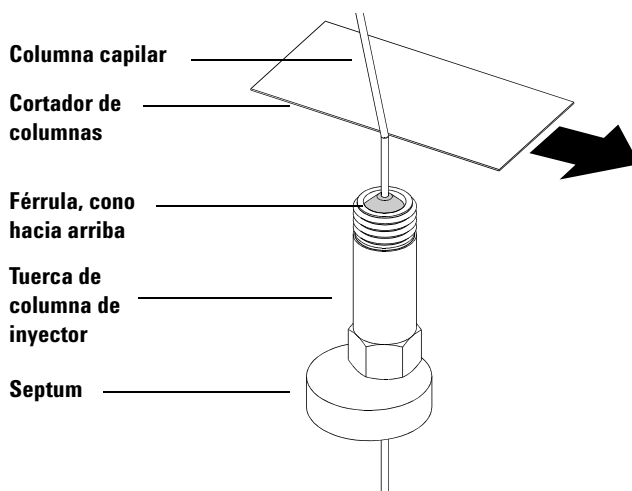

Figura 7 Acondicionamiento de una columna capilar para su instalación
- 1 Inserte un septum, una tuerca de columna y una férrula acondicionada en el extremo libre de la columna (Figura 7). El extremo cónico de la férrula debería estar dirigido hacia el lado opuesto de la tuerca de la columna.